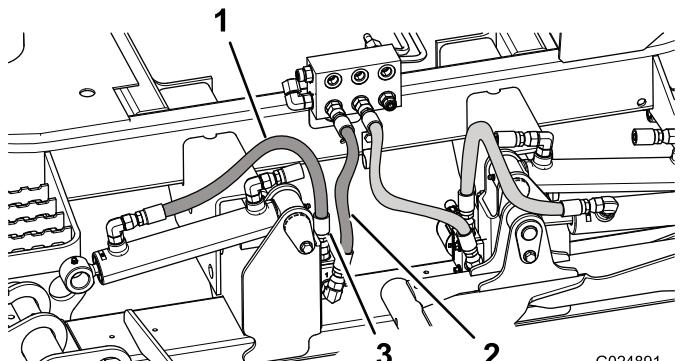

Bild 8
7. Verlegen und befestigen Sie das vom Anschlussverteileranschlussstück abgeschlossene Ende des Schlauchs am oberen (geraden) Anschlussstück des Mähwerksperrerverteilers (Bild 8).
8. Verlegen und befestigen Sie den neuen Schlauch am Anschlussverteiler und am 90-Grad-Anschlussstück des Mähwerksperrenverteilers (**Bild 8**).